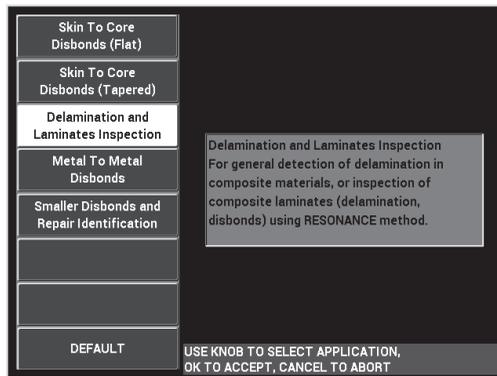

Figura 6-46 Aplicación Inspección de deslaminación y laminados
3. Seleccione la aplicación **Inspección de deslaminación y laminados**; después, pulse la tecla Confirmación/Enter (✓) para confirmar la selección. Ver la Figura 6-46 en la página 171.